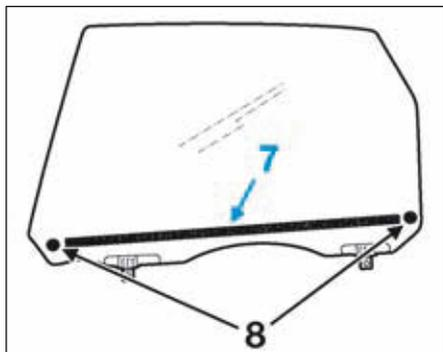

FIG.82
- Si la vitre doit être remplacée, coller de la mousse adhésive (7) entre les cales (8) (Fig.82).